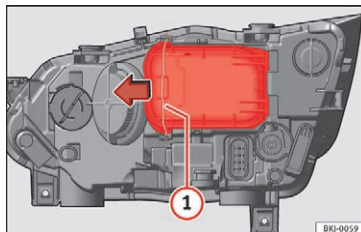

Fig. 110 I motorrummet: fjernelse af afdækning
- Forskyd holderen **» Fig. 110 1** i pilens retning, og tag afdækningen af.